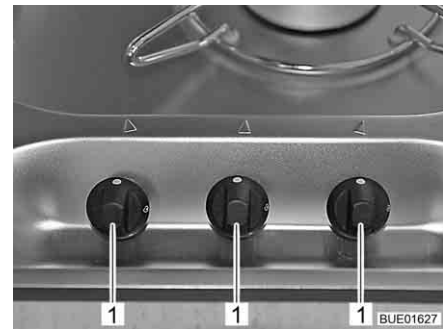

Fig. 216 Elementos de mando para la cocina de gas
- Girar el regulador giratorio (Fig. 216,1) correspondiente al quemador deseado a la posición de encendido (llama alta).